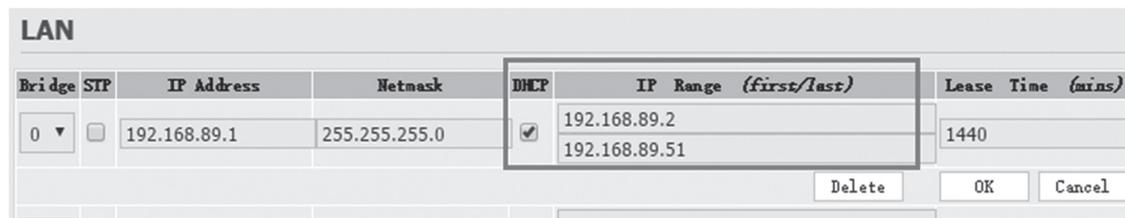

Fig. 2
5. Stellen Sie sicher, dass die DHCP-Funktion aktiviert ist. (Siehe Abb. 2)